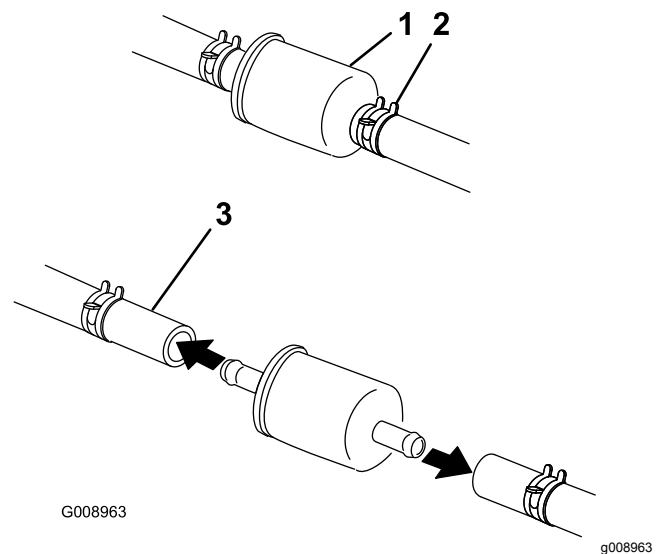

Figure 46
5. Fermez le robinet d'arrivée de carburant sous le siège (Figure 46).
6. Pincez les extrémités des colliers et éloignez les colliers du filtre (Figure 46).
8. Posez un filtre neuf et rapprochez les colliers de fixation du filtre (Figure 46).